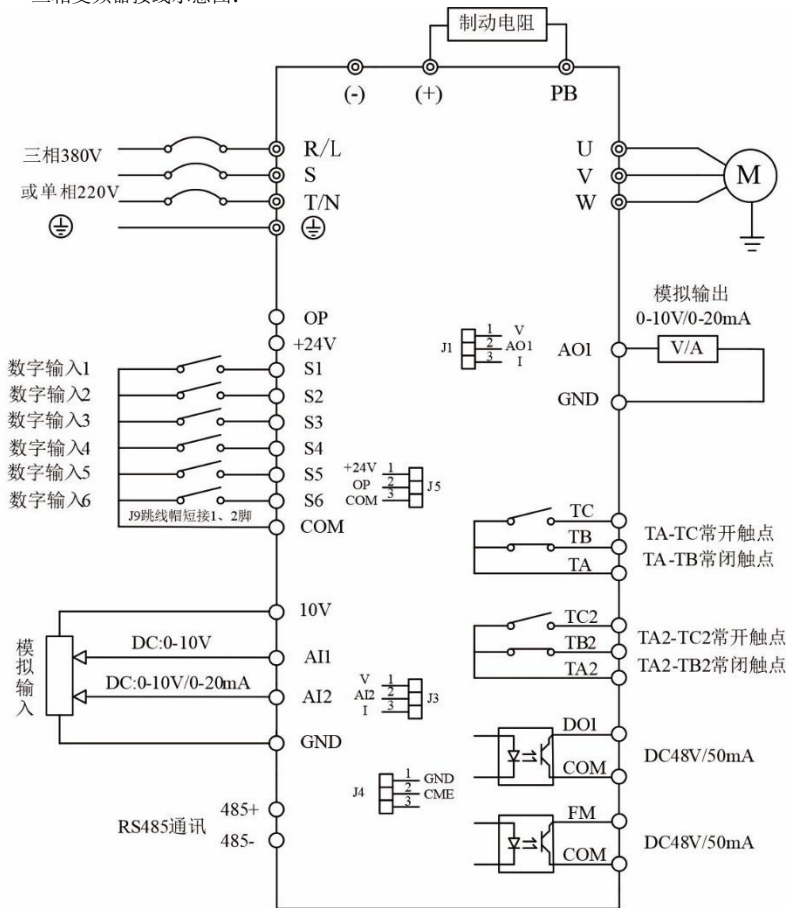

图 3-1 0.75-7.5kW 变频器接线图
- 1) 请垂直安装变频器，便于热量向上散发。但不能倒置。若柜内有较多变频器时，最好是并排安装。在需要上下安装の場合，请参考图 3-1 的示意，安装隔热导流板。
- 2) 安装空间遵照图 3-1 所示，保证变频器的散热空间。但布置时请考虑柜内其它器件的散热情况。